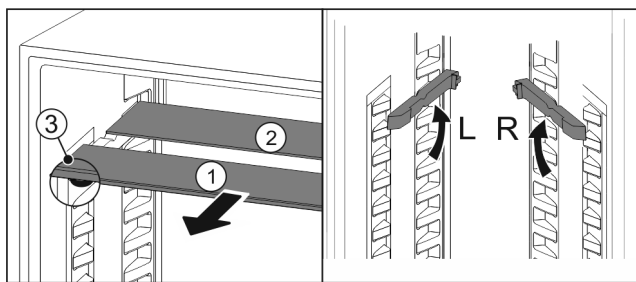

Fig. 70
- ▶ Skleněné desky jednotlivě vytáhněte dopředu Fig. 70 (1).
- ▷ Skleněná deska Fig. 70 (1) s ozdobnou lištou leží vpředu.
- ▷ Zarážky Fig. 70 (3) směřují dolů.